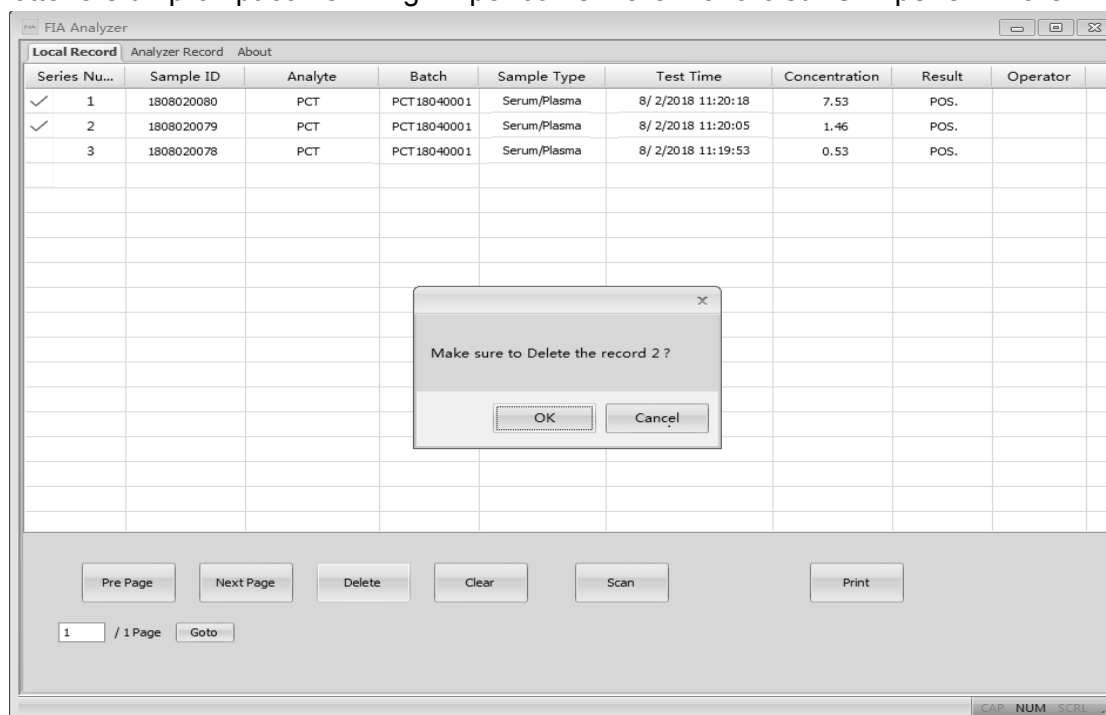

Fig 41
- “**Delete**”: Selezionare gli elementi da eliminare e cliccare su “**Delete**”, è possibile ottenere un prompt come in Fig 41 per confermare. Fai clic su “**OK**” per eliminare.